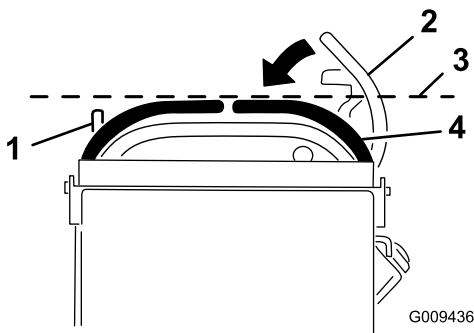

Figure 68
3. Abaissez le levier de commande de déplacement droit pour quitter la position de VERROUILLAGE AU POINT MORT (Figure 68).
4. Vérifiez que le levier de commande de déplacement droit s'aligne horizontalement sur le levier de commande de déplacement gauche (Figure 68).